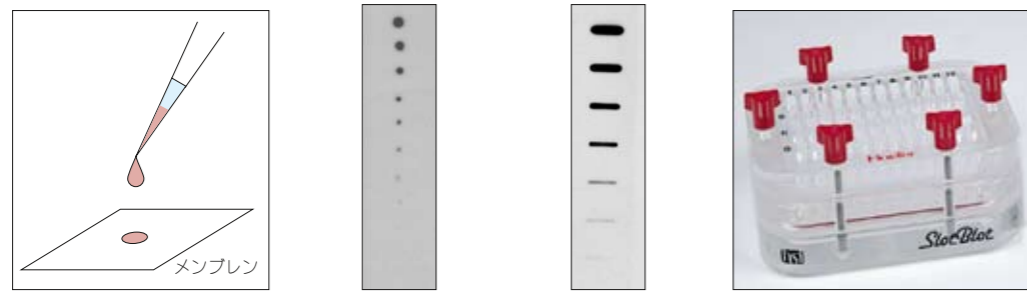

図 6 ドットプロット 図 7 ドットプロット例 図 8 スロットプロット例 図 9 スロットプロット用装置
- 1) ニトロセルロースメンブレン、あるいは親水化処理 (参照 71 ページ) を行った PVDF メンブレンを用意します。サンプルをピペットでメンブレン上に垂らし、乾燥させます (図 6)。希釈率の異なる一次抗体それぞれに対して 1 枚のプロットを用意します。